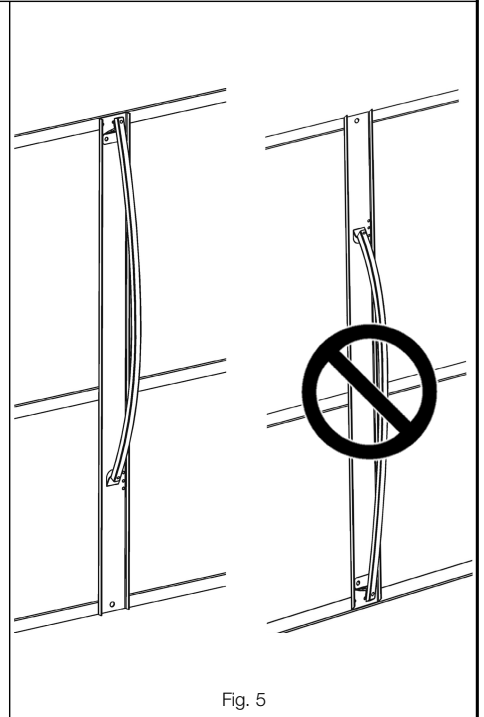

Fig. 5
3. Faire attention au sens d'installation, la barre courbe doit être montée dans la partie haute de la barre de support comme l'indique la Fig. 5.
3. Die Installationsrichtung beachten: der Bogen muss nach oben gerichtet sein, wie auf Abb. 5 gezeigt.
3. Cuidado con el sentido de la instalación, el arco tiene que estar situado en la parte superior tal como muestra la Fig. 5.
3. Let bij de installatie goed op de richting, de boog moet bovenaan komen zoals u dat op afb. 5 kunt zien.